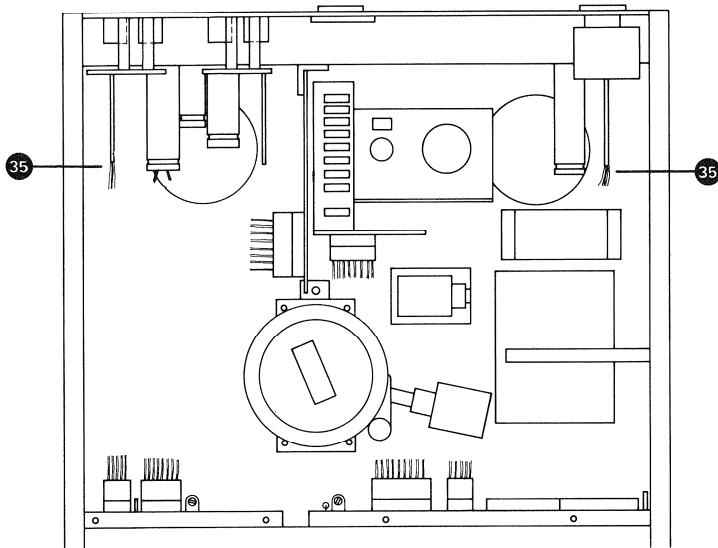

Fig. 2.12.-1
- Motoranschlussverbindungen (35) (Fig. 2.12.-1) aus Wickelmotorsteuerung (A8 bzw. A10) abziehen.